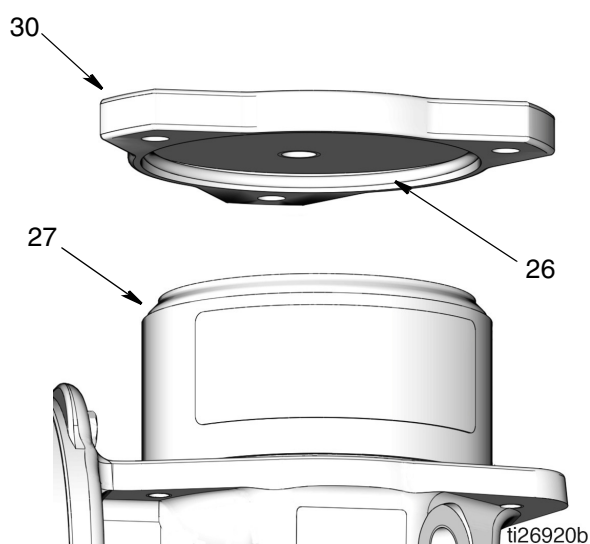

FIG. 60
13. Posizionare il coperchio (30) sul serbatoio (27). Fare attenzione a non schiacciare o spostare l'O-ring (FIG. 60).